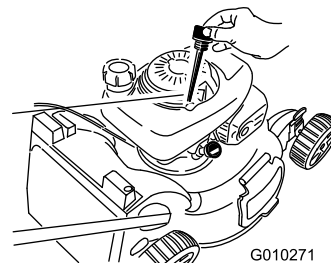

Figura 39
3. Togliete l'asta di livello (Figura 39).